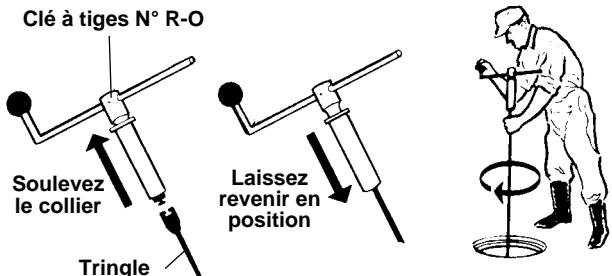

Figure 7 – Clé à tringles manuelle
- Enlevez la clé à tringles (*Figure 7*).